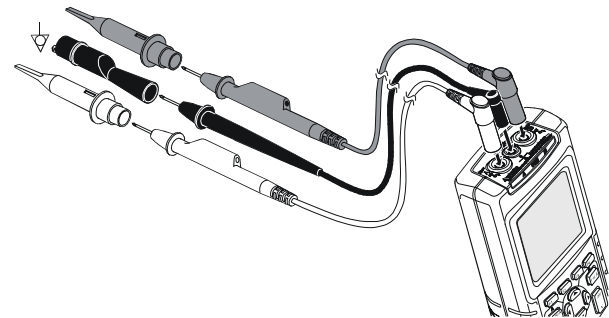

Figura 3-3. Conexión a tierra con el conductor de masa sin apantallar
- Use el conductor de masa apantallado negro en COM (común) para las mediciones de ohmios ( $\Omega$ ), continuidad, diodos y capacidad (consulte figura 3-3).